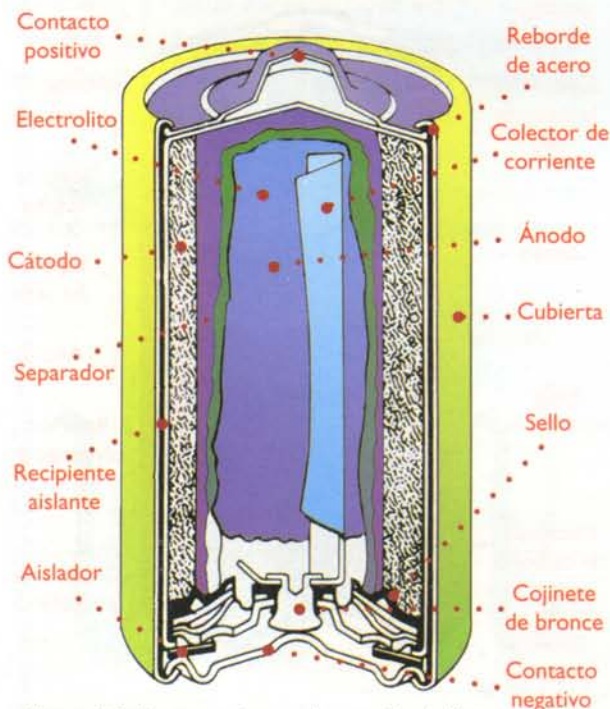

Figura 5.7. Estructura interna de una pila alcalina.
**Las pilas y baterías alcalinas:** figura 5.7. Se diferencian principalmente de las pilas secas, debido a que el electrolito es una solución fuertemente alcalina de hidróxido de potasio, el cual hace que tengan una mayor capacidad de corriente que las pilas secas, además él hace que no se descarguen tan fácilmente cuando están guardadas y que su periodo de vida útil sea más largo. Se consiguen comercialmente en las mismas presentaciones que las pilas secas y son muy empleadas en equipos de fotografía, juguetes y otras aplicaciones similares.